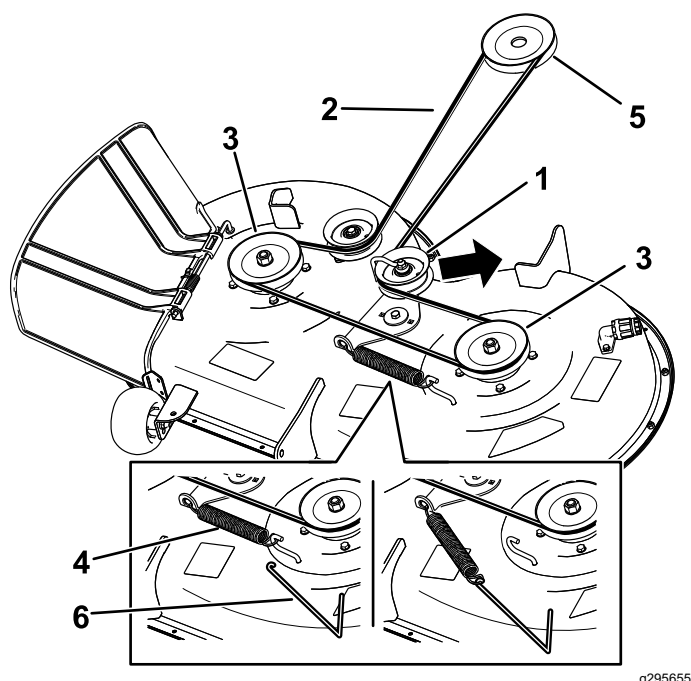

Figura 57
6. Utilize um removedor de molas (Peça Toro n.º 92-5771) para remover a mola intermédia do gancho da plataforma para retirar tensão da polia intermédia e rode a correia para fora das polias (Figura 57).
7. Coloque a nova correia em redor da polia do motor e nas polias do cortador (Figura 57).
8. Utilizando um removedor de molas (peça Toro n.º 92-5771), instale a mola intermédia por cima do gancho da plataforma para colocar tensão na polia intermédia e na correia do cortador (Figura 57).